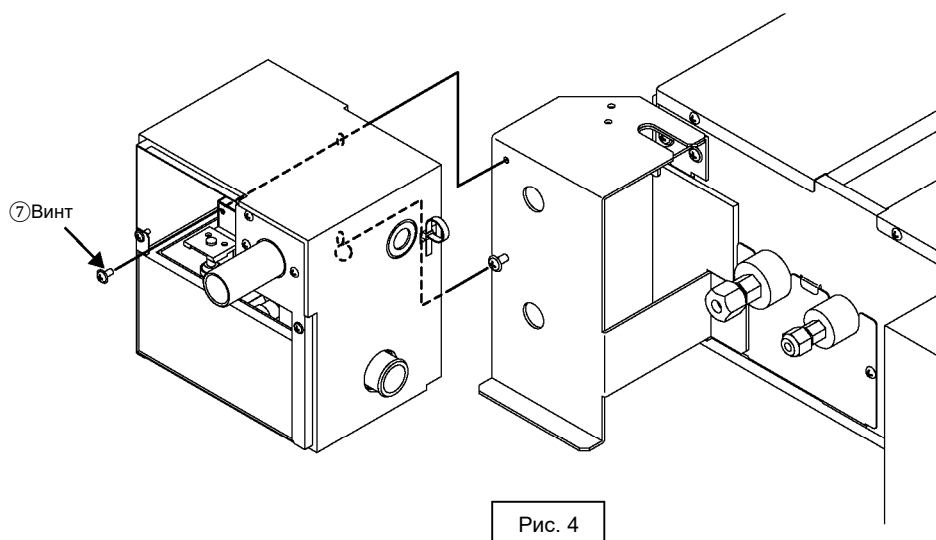

Рис. 4
(4) Повесьте ① дренажный насос на ② фиксатор, вставив винт (вкручиваемый во время этапа (2) выше) через отверстие Рис. 8 на задней части ① дренажного насоса, а затем затяните винт изнутри ① дренажного насоса. (Рис. 4)